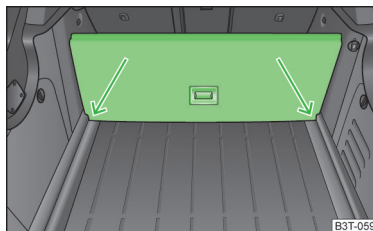

Fig. 111
- Levantar la parte con la fijación y asegurarla introduciéndola en las ranuras que vienen marcadas por medio de flechas » fig. 111.